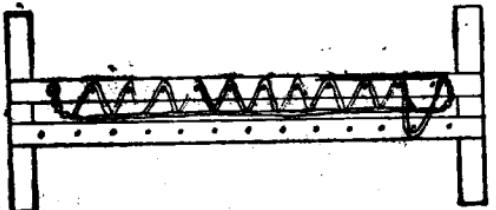

图 6 第二折起头示意
(3) 转弯 到簇架末端转弯处时，把稻草分成两小把，用双手搓成麻花绞状，绕到对面一排第一个竹钉后面，选好稻草两根，结牢草把绳头，到此第一折即告完成。把已扎好这一折簇枝从竹钉上取下，翻在簇架下空心处，再从对面一排开始同前法一样结扎编制，如图 6。